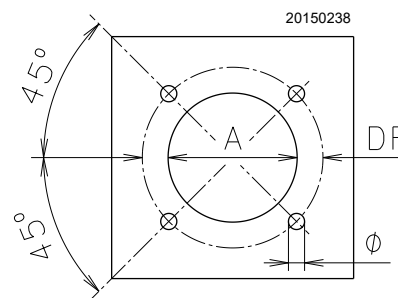

Fig. 13
Percer la plaque de fermeture de la chambre de combustion comme sur la Fig. 13 (Tab. M) La position des trous filetés peut être tracée en utilisant l'écran thermique fourni avec le brûleur.
- Introduire le brûleur entier sur le trou de la chaudière, réalisé auparavant (Fig. 13), et fixer avec les vis fournies en dotation.